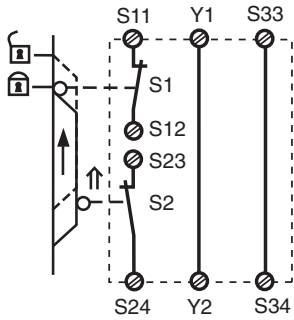

Fig. 2: zweikanalige Schutztürsteuerung, automatischer Start/Two-channel safety gate control, automatic reset/commande par 2 canaux avec validation automatique
- automatischer Start: S33-S34 brücken (Fig. 2 und 4).
- réarmement automatique : bornes S33-S34 pontées (Fig. 2 et 4).